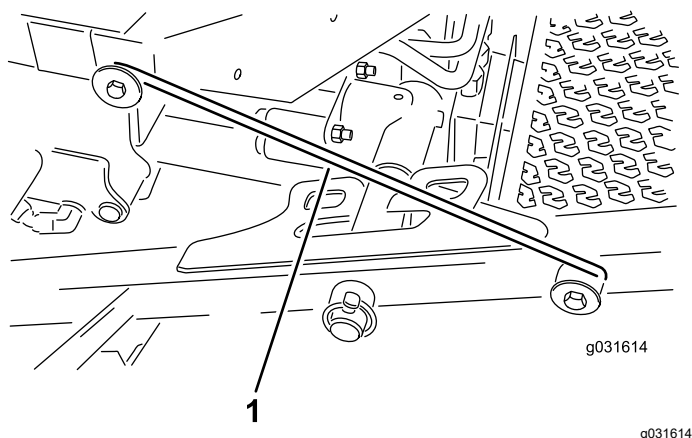

Рисунок 32
4. Отсоедините шток защелки от переднего держателя несущей рамы (Рисунок 32).
5. Поднимите наружную часть передних режущих блоков и установите защелку на штифт рамы, смонтированный в передней части платформы оператора (Рисунок 32).